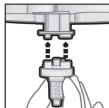

Fig. 2 :
3. Placer l'un des embouts mélangeurs Dynamix fournis sur les orifices de sortie de la cartouche (fig. 2).